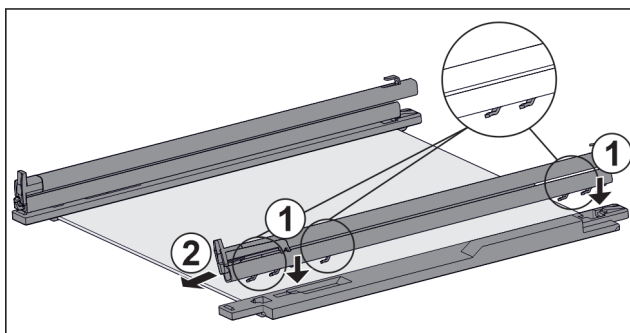

Fig. 115 Стекла́нная пластина с направляющими и крепежными элементами
- ▶ Поместите крючки направляющей в отверстия **левого** крепежного элемента. Fig. 115 (1)
- ▶ Потяните направляющую вперед. Fig. 115 (2)
- ▶ Поместите крючки направляющей в отверстия **правого** крепежного элемента. Fig. 115 (1)